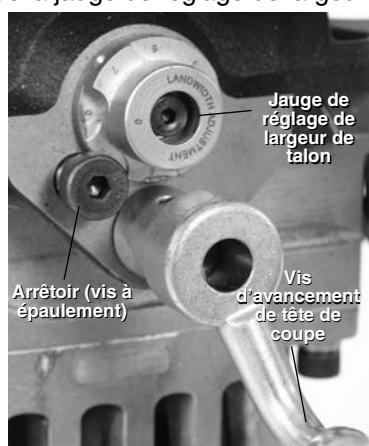

Figure 18 – Réglage de largeur de talon
- Réglez la largeur du talon de biseautage voulue (Figure 18) à l'aide de la jauge de réglage de largeur de talon. Un réglage à « 0 » ne laissera aucun talon sur l'extrémité du tuyau. Chaque graduation de la jauge modifie la largeur du talon par approximativement $\frac{1}{32}$ " (0,8 mm). Graduation n° 1 ~ 0,03" (0,8 mm), graduation n° 2 ~ 0,06" (1,6 mm) etc. Alignez la graduation voulue avec la base de l'arrêteoir.
- Tournez la vis d'avancement de la tête de coupe progressivement en sens horaire (Figure 18) pour entamer le biseautage jusqu'à ce que l'arrêtoir vienne à buter contre la jauge de réglage de largeur de talon. Ceci se fait sans huile de coupe ni liquide de refroidissement.